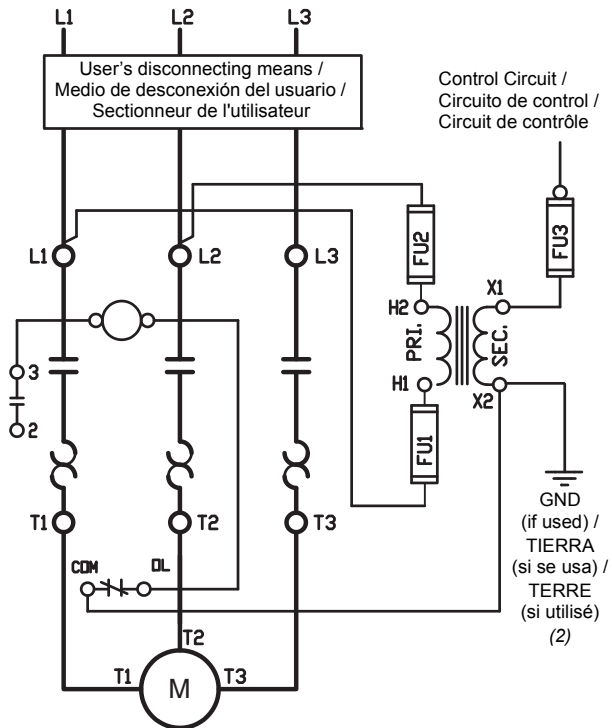

**FIG. 2 : Backpan, NEMA Size 2 /
3. For NEMA Size 2 starters (Figure 2), secure the transformer mounting plate to the control panel with four #8-32 x 3/8 in. screws at location A.
3. Pour les démarreurs NEMA taille 2 (figure 2), fixer la plaque de montage du transformateur au panneau de contrôle à l'aide de quatre vis n° 8-32 x 3/8 po au point A.